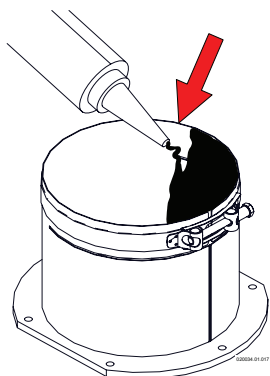

Figura 5-27 - Silicone all'interno del raccordo di scarico
1.-applicare del silicone all'interno del raccordo di scarico "A", come in Figura 5-27;